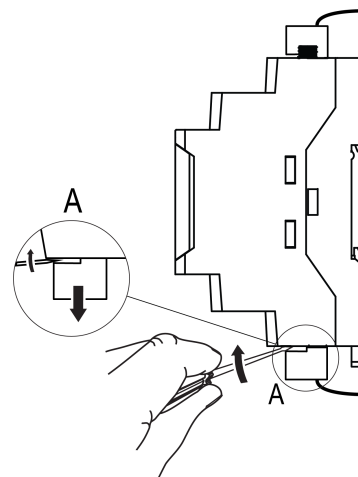

Рисунок 5.3 – Отсоединение съемных частей клемм
3. Отделить от шлюза съемные части каждой из клемм вместе с подключенными внешними линиями связи с помощью отвертки или другого подходящего инструмента (см. рисунок 5.3).